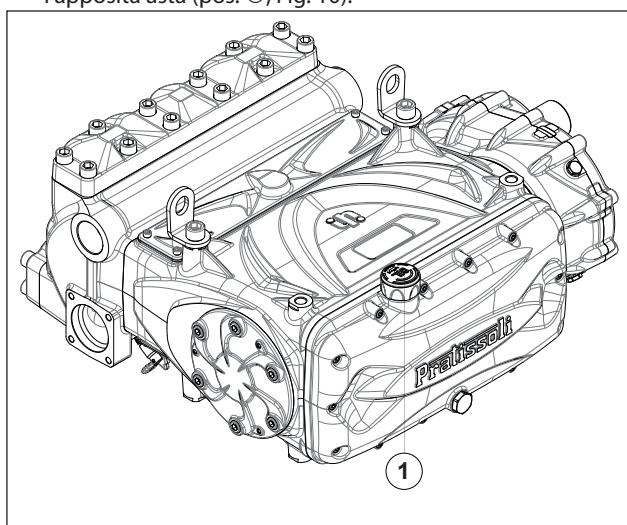

Fig. 10
5. L'olio nel carter pompa sia a livello verificandolo con l'apposita asta (pos. ①, Fig. 10).